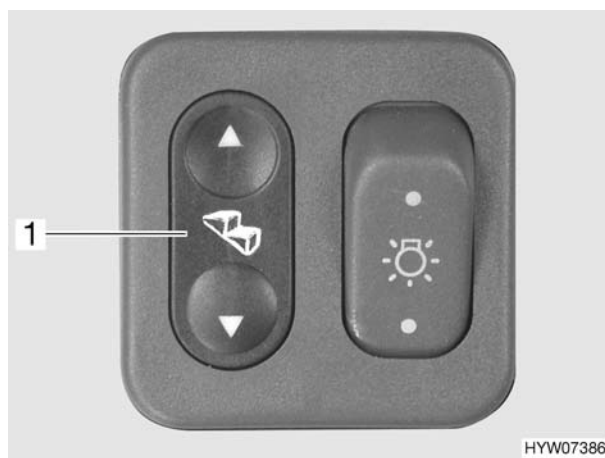

Fig. 2 Interruttore a bilico dello scalino di ingresso
- Premere l'interruttore a bilico (Fig. 2,1) nella zona di ingresso.